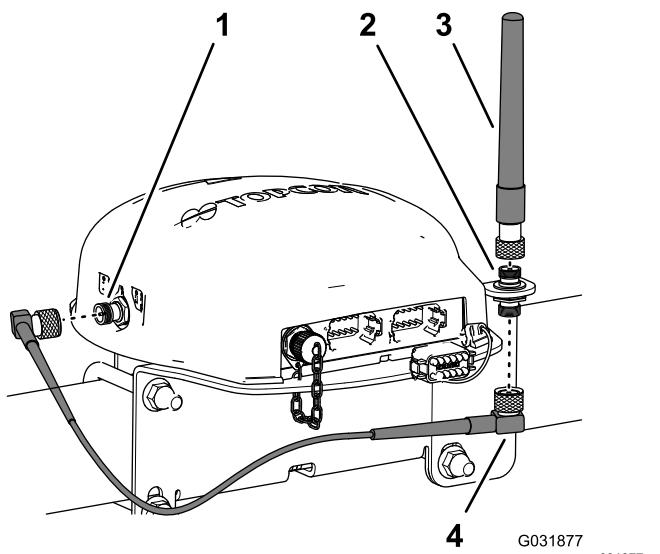

Figura 128
3. Montate l'antenna RTK sul raccordo superiore dell'accoppiatore coassiale e serrate il dado zigrinato dell'antenna manualmente (Figura 128).
4. Montate senza serrarlo il cavo dell'antenna al raccordo inferiore dell'accoppiatore coassiale (Figura 128).
5. Disponete il cavo attorno alla parte posteriore del ricevitore di navigazione al connettore coassiale del modem cellulare CDMA o GSM (Figura 128).
6. Montate il cavo dell'antenna sul connettore coassiale del modem cellulare CDMA o GSM (Figura 128) (Figura 151).